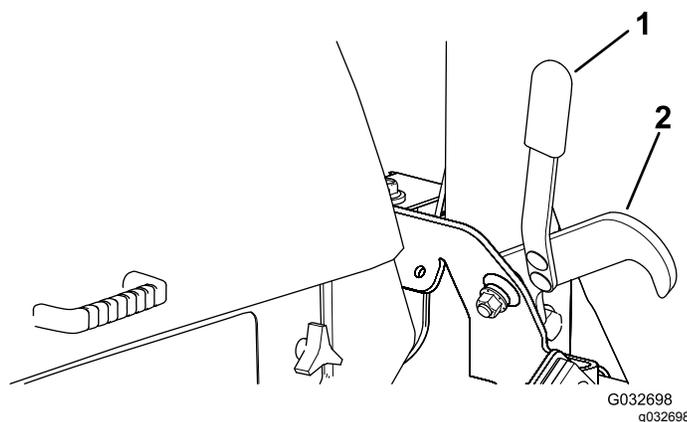

Рисунок 46
2. Используя ручку, расфиксируйте защелки, удерживающие деки в поднятом положении (Рисунок 46).